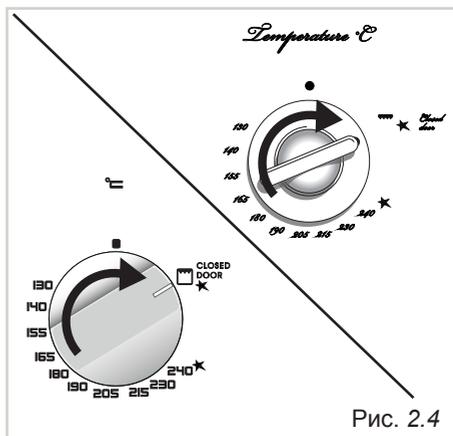

Рис. 2.4
2. Слегка нажмите и поворачивайте ручку термостата по часовой стрелке до положения "☐★" или "☐★" (Рис. 2.4), затем глубоко вдавите ручку для активации функции электрического зажигания и откройте подачу газа. **Выполнять эту операцию более 15 секунд запрещено. Если горелка не загорается, подождите 1 минуту и только потом повторите операцию.**